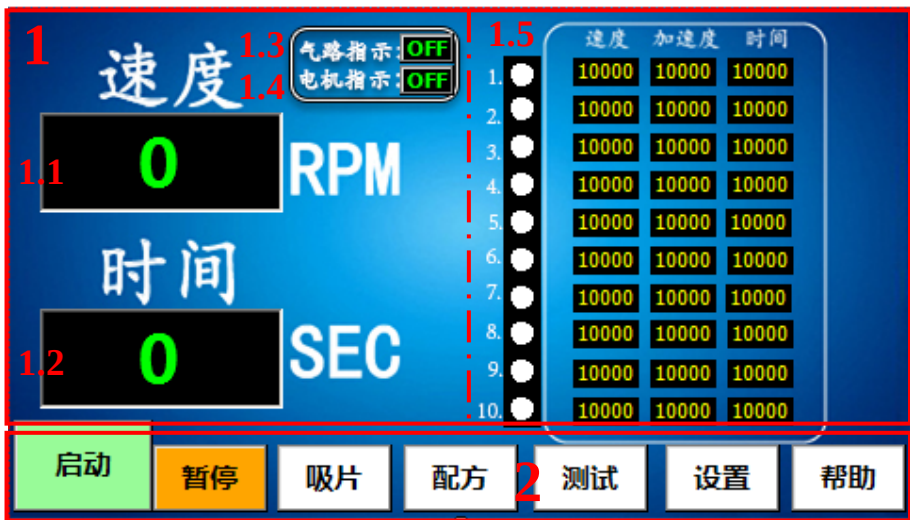

图 5 匀胶机软件操作主界面
进入启动界面 5-10s 后，设备将自动跳转至软件操作主界面，如下图 5 所示。
(1) 数据处理
- **关闭：**点击完成按钮，可直接跳转至软件操作主界面（图 5）。
(2) 配方设置
- **关闭：**点击关闭按钮，可直接跳转至软件操作主界面（图 5）。